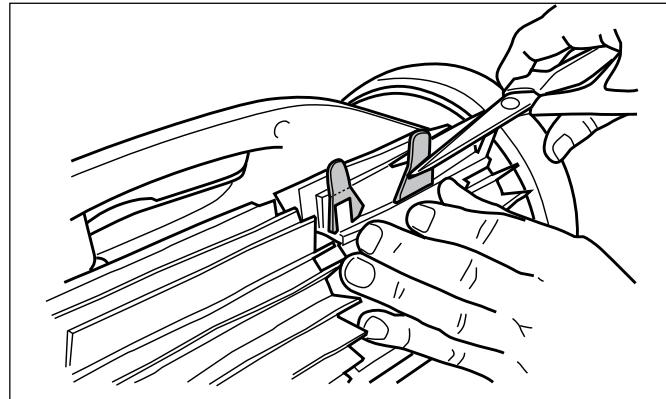

Figure 34. Couper les onglets
5. Utiliser des ciseaux pour couper les onglets à 19 mm (¾ po) du talon à ce qu'ils ne dépassent pas les pointes (Figure 34).